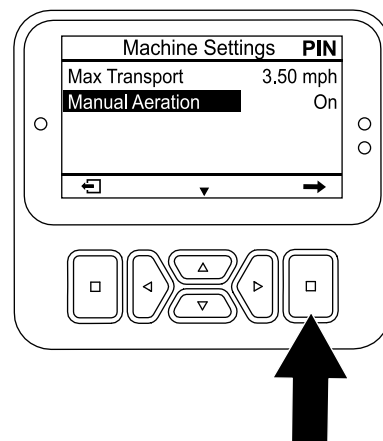

図 113
5. 手動エアレーションオプションが選択されるまで下ボタンを押し、次に選択ボタン (図 113)を押し、手動エアレーションをオンに設定する。